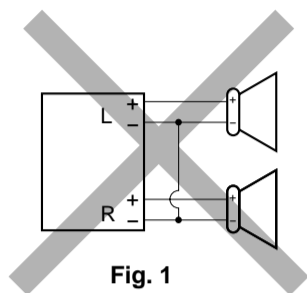
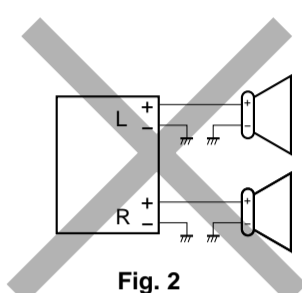
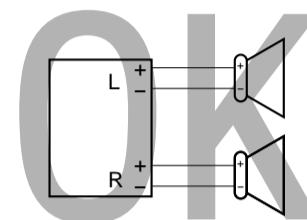

Fig. 1
Fig. 2
Fig. 3
- **If the speaker wiring in your car is as illustrated in Fig. 1 and Fig. 2 below, DO NOT** connect the unit using that original speaker wiring. If you do, the unit will be seriously damaged. Redo the speaker wiring so that you can connect the unit to the speakers as illustrated in Fig. 3.
- **If the speaker wiring in your car is as illustrated in Fig. 3,** you can connect the unit using the original speaker wiring in your car.
- **Ist die Lautsprecherverdrahtung wie unten in "Fig. 1" und "Fig. 2" abgebildet,** das Gerät **NICHT** mit der Originalverdrahtung der Lautsprecher anschließen, da sonst das Gerät schwer beschädigt wird. Die Lautsprecherverdrahtung erneuern, so daß Sie das Gerät an den Lautsprechern wie in "Fig. 3" abgebildet anschließen können.
- **Ist die Lautsprecherverdrahtung in Ihrem Auto wie in "Fig. 3" abgebildet,** können Sie das Gerät mit der Originalverdrahtung der Lautsprecher in Ihrem Auto anschließen.
- **Si le câblage des enceintes de votre voiture est réalisé comme montré sur la Fig. 1 ou Fig. 2 ci-dessous, NE CONNECTEZ PAS** l'appareil en utilisant ce câblage original d'enceintes. Si vous le faites, l'appareil sera sérieusement endommagé. Recommencez le câblage des enceintes de façon que vous puissiez connecter l'appareil aux enceintes comme montré sur la Fig. 3.
- **Si le câblage des enceintes de votre voiture est comme montré sur la Fig. 3,** vous pouvez connecter l'appareil en utilisant ce câblage original d'enceintes pour votre voiture.